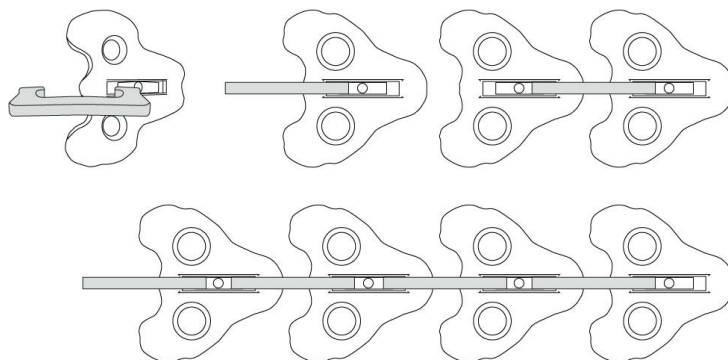

Fig. 1
4. Pour commencer l'assemblage, prenez une plaque (A) et introduisez-y un crochet long (B) (Fig. 1). Ensuite introduisez un crochet court (C) à l'autre extrémité de la même plaque. Alternez crochets longs (B) et crochets courts (C), de façon à former une chaîne uniforme. Continuez jusqu'à épuisement des éléments prévus.